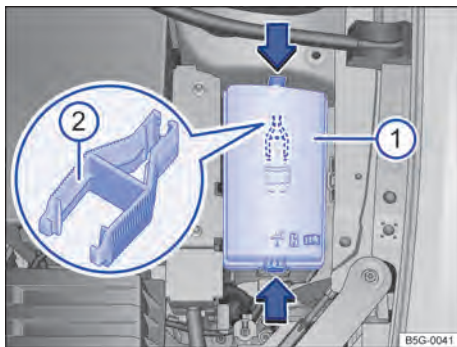

Fig. 177 No compartimento do motor: cobertura ❶ da caixa de fusíveis com pinça de plástico ❷.
- Pressionar as travas no sentido da seta → Fig. 177 ❶, para destravar a cobertura da caixa de fusíveis.
No lado interno da cobertura da caixa de fusíveis no compartimento do motor pode haver uma pinça de plástico → Fig. 177 ② para a retirada dos fusíveis.